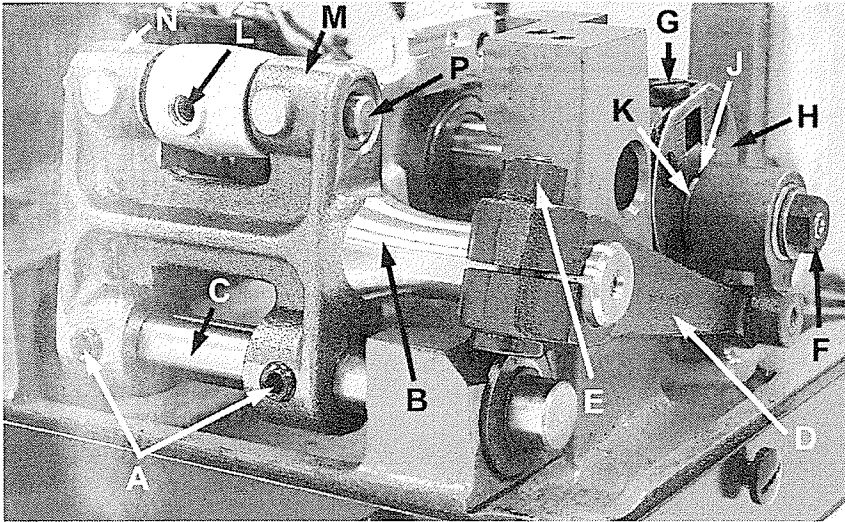

Fig 11
El ajuste lateral se efectúa soltando los tornillos (A, Fig. 11) y moviendo un poco el accionador de la alimentación (B) en su eje (C) hasta lograr la posición requerida. Después apriete los tornillos otra vez. Revise que el brazo (D) del accionador se mueva libremente después del ajuste.
Para centrar el diente alimentador hacia delante y atrás, suelte la tuerca (E, Fig. 11), mueva el accionador de la alimentación (B) como requerido y apriete la tuerca otra vez.
Para ajustar el largo de la puntada, suelte la tuerca (F, Fig. 11) al final del eje para regular la puntada, media vuelta (tiene rosca izquierda) y gire el tornillo de ajuste (G), que se encuentra debajo del del final izquierdo de la tapa de la máquina en la cabeza del eje principal (H), que tiene la marca "L" y "S". Girando el tornillo en sentido con el reloj, acorta el largo de la puntada (mueve el eje para regular la puntada hacia el "S") y girando en sentido contra el reloj, alarga el largo de la puntada (mueve el eje para regular la puntada hacia el "L"). Apriete la tuerca otra vez. Para evitar daños al rodamiento de la alimentación, asegúrese que el tornillo (J) encaja en la ranura de forma "U" en la pieza (K).
El conjunto del accionamiento del transporte puede requerir lubricación y reparación después de cierto tiempo de operación. Esto se hace de la siguiente manera: Suelte la tuerca (E, Fig. 11) y remueva la tuerca (F). Remueva el brazo del accionamiento del transporte (D) de la máquina moviéndolo suavemente hacia adelante y atrás. Suelte los tornillos (A) y remueva el anillo tope en el lado derecho del eje (C). Ahora se puede retirar el eje. Suelte el tornillo Allen (L) y remueva el eje (M). Ahora se pueden engrasar los rodamientos.
Para engrasar los rodamientos, las piezas deben estar limpias y la grasa debería ser aplicada directamente desde su envase para evitar contaminación. La grasa se ordena bajo el número de parte 28604P. Rodamientos engrasados están ubicados en (N., M, Fig.11). Si reemplaza rodamientos engrasados sellados, deberá introducirlos alineadamente con presión en la carcasa. Para montarlos tiene que introducir primero el final más delgado del eje, girándolo suavemente cuando pase por los sellos de grasa para evitar daños. Revise el ajuste del diente alimentador como está descrito bajo AJUSTE DEL DIENTE ALIMENTADOR. Revise que todas las conexiones se muevan libremente.